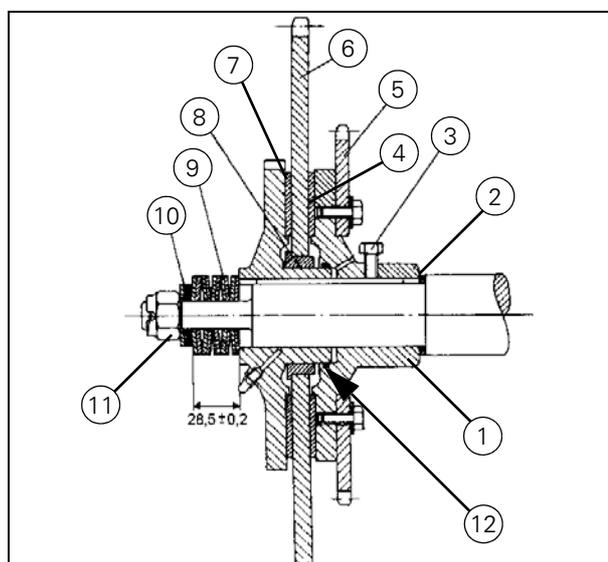

Рисунок 45
- ЗАПРЕЩАЕТСЯ смазывать подшипник скольжения (8) (Рис. 45).
- Установите новое уплотняющее кольцо (12) (Рис. 45) в ступицу муфты.
- Парно установите набор пружин (С) и плоский пружинный диск, как показано на (Рис. 45) (9). Сожмите пружины до размера (X) =  $28,5 \pm 0,2$  мм.
- Установите необходимое количество промежуточных втулок (D) так, чтобы паз шплинта совпал с пазом гайки.
- Убедитесь, что звездочка (E) находится на одной линии со звездочкой промежуточного вала. При необходимости установите втулки в ступицу (F).
- После сборки через пресс-масленку запрессуйте консистентную смазку, пока она не покажется в отверстии ступицы муфты (B).